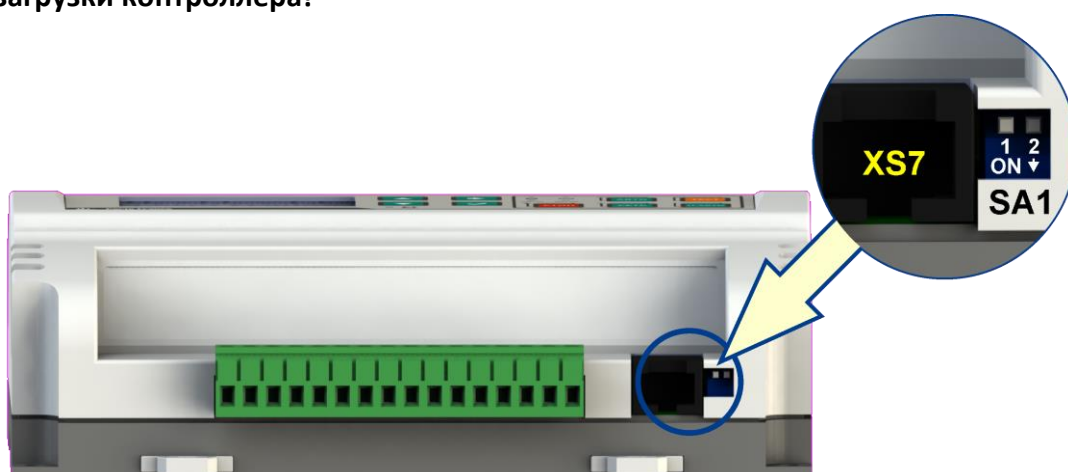

Рис. 5.24. Разъём XS7 и группа переключателей SA1 коммуникационного порта
SMS пароль используется в SMS командах (п. 5.11.2.1) для управления контроллером посредством GSM модема (п. 5.11.2), который может быть подключен к внешнему порту контроллера (разъем XS7, рис. 5.24). Для изменения пароля необходимо сначала ввести текущий пароль (рис. 5.20, а), используя кнопки **[БОЛЬШЕ]** или **[МЕНЬШЕ]**, и подтвердить его нажатием кнопки **[ОК]**, а затем необходимо ввести новый пароль (рис. 5.20, б) и нажать кнопку **[ОК]**. Начальный пароль по умолчанию - 0000.
Обмен данными контроллера с внешними устройствами осуществляется через коммуникационный интерфейс RS-485 (разъём XS7, рис. 5.24, табл. 6.4). Настройки коммуникационного порта определяются параметрами P100 - P103, а тип подключаемого устройства, протокол или сервис определяется параметром P104 в том случае, если переключатель SA1.2 (рис. 5.24, табл. 5.12) находится в верхнем положении (OFF). Если же переключатель SA1.2 находится в нижнем положении (ON), то настройки коммуникационного порта будут соответствовать параметрам по умолчанию, независимо от значений параметров P100 - P104 (табл. 5.10).